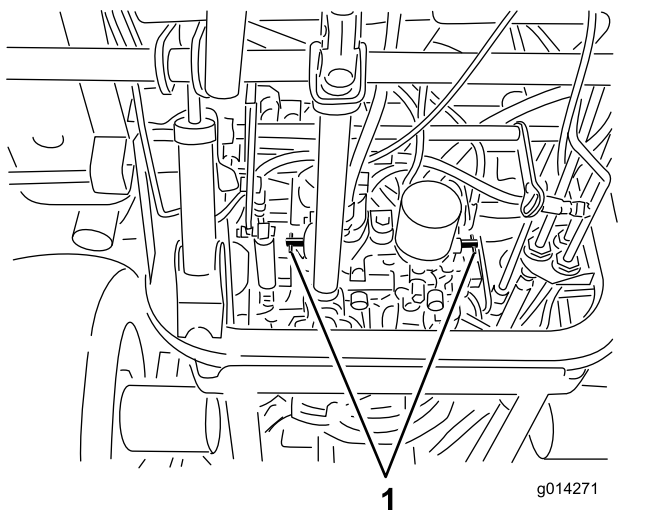

Bild 26
3. Drehen Sie jedes Sicherheitsventil eine Umdrehung nach links (Bild 26).
- Drehen Sie jedes Sicherheitsventil um eine Umdrehung nach rechts und ziehen Sie es mit der Hand fest (Bild 26).
- Ziehen Sie die Ventile bis auf 8 Nm an, wie in Bild 26 abgebildet.